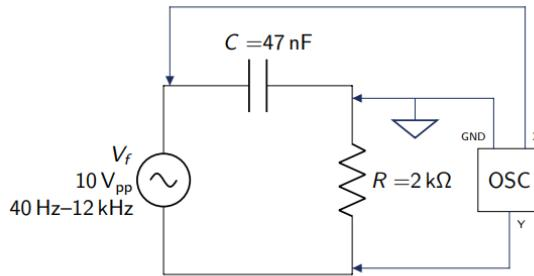

Figura 11.1: Circuito RC serie.
**Gráfica 1.** Respuesta simulada del capacitor del circuito de la figura 11.1
**Gráfica 2.** Respuesta simulada para la resistencia del circuito de la figura 11.1
**2. ¿Cuál es la utilidad práctica o aplicación del circuito RC serie de la figura 11.1 investigado en función de la frecuencia?**
1. Monte el circuito de la figura 11.1